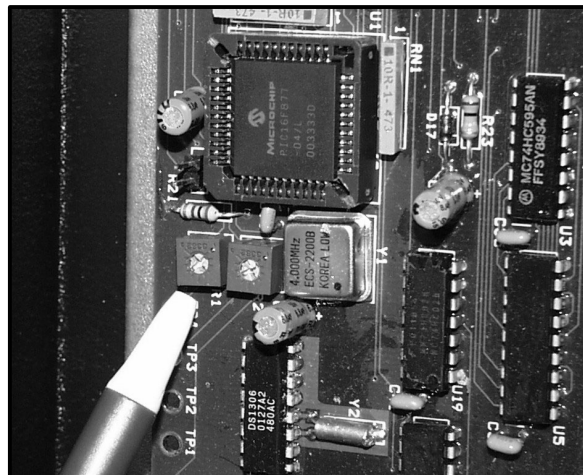

Figure 13
3. Amenez le potentiomètre sur le réglage nécessaire. Voir la Figure 13.